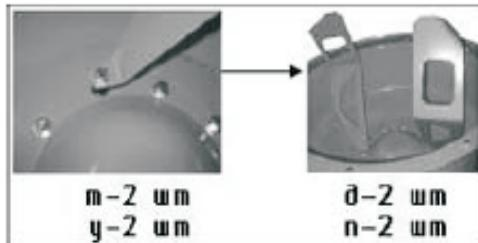

Рис. 8.
6.8. Используя 2 болта (д), 2 гайки (п) и 2 шайбы (т), установите лопасти (Ф), как показано на Рис.8.